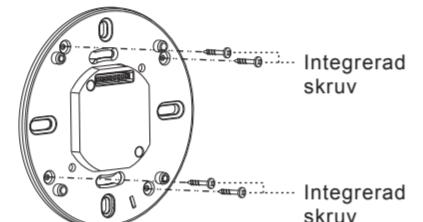

FIG.16
4.4.3.4 Sätt i de 4 integrerade skruvarna i skruvhålen på detektorns montageplatta; de 4 skruvarna kan inte falla ur vilket underlättar efterföljande installationer (se FIG.16).